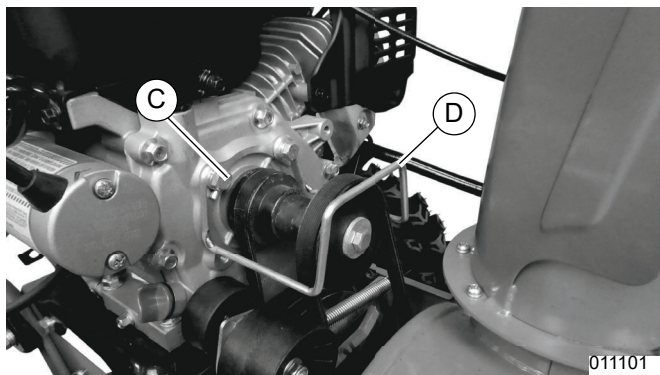

Figura 4-13. Retiro de la guía de la correa
2. Consulte la Figura 4-13. Retire los dos pernos, arandelas de seguridad y arandelas planas (C) que fijan la guía de la correa (D) con una llave de 13 mm. Retire la guía de la correa.